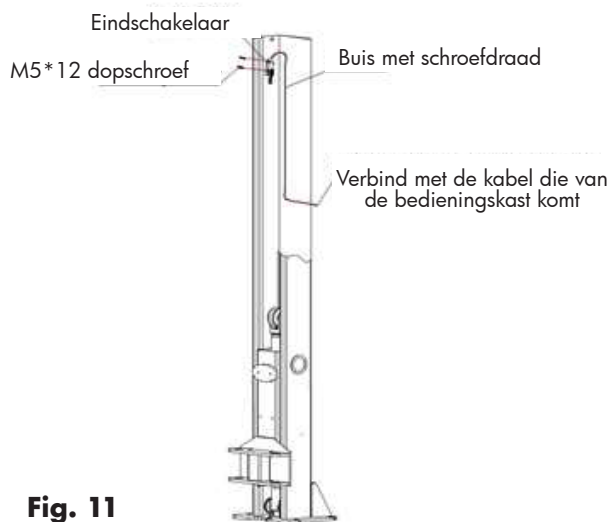

Fig. 11
2. Bevestig de eindschakelaar op de kolom met de voedingseenheid (fig. 11). De foto **E** op pagina **45** toont de schroeven die gebruikt moeten worden.
11. Monteer de hefarmen (fig. 11).